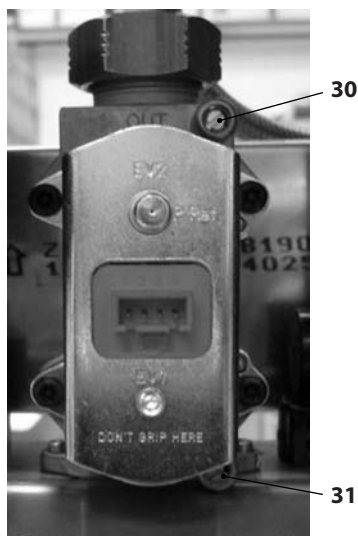

Figura 7.1
Con la caldera apagada (fuera de servicio), compruebe la presión de alimentación usando la toma 31 en la Figura 7.1 y compare el valor indicado con los mostrados en la tabla Presiones de alimentación de gas de la sección "Datos técnicos MIDAS ECO 24E" en la pág. 22, "Datos técnicos MIDAS ECO 28E", pág. 25.
- Vuelva a cerrar bien la toma de presión 31 en la Figura 7.1.
- Abra la toma de presión 30 en la Figura 7.1 y conecte un manómetro.